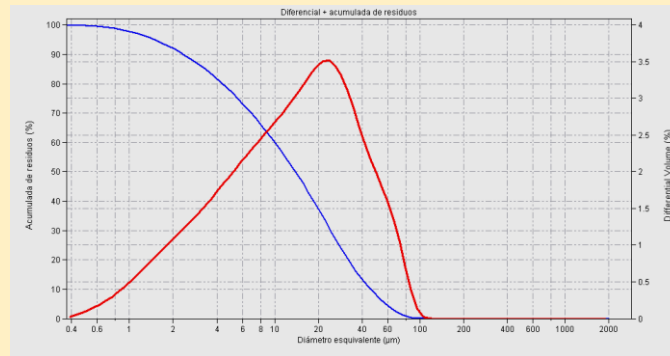

Figura 1. Distribución granulométrica diferencial (roja) y acumulada (azul) de una pasta.
Las distribuciones granulométricas representan los porcentajes en que están presentes las diferentes fracciones o tamaños que conforman una muestra. Pueden expresarse de forma tabulada, como un listado de datos “porcentajes- tamaños” o de forma gráfica, expresando los porcentajes en ordenadas y los tamaños en abscisas. La representación gráfica muestra, por tanto, en un sistema de coordenadas, los tamaños clasificados en intervalos de clase, frente a la frecuencia u ocurrencia de dichos tamaños en una muestra dada. La frecuencia se expresa generalmente como porcentaje de una fracción dada con respecto al total de las fracciones consideradas. Cuando el número de intervalos, es decir, el número de medidas es muy grande (por ejemplo cuando se mide la distribución granulométrica mediante una técnica instrumental como la difracción láser) la distribución granulométrica se expresa como una función continua “*Porcentajes = f(tamaños)*” tal como se aprecia en la figura 1.
Una distribución granulométrica puede expresarse de forma **diferencial** (figura 1, línea roja) o de forma **acumulada** (figura 1, línea azul). Normalmente se presentan los resultados de una distribución granulométrica, tanto en forma diferencial como acumulada, mediante una tabla o en forma gráfica (figura 1).
- **Residuo a un tamaño determinado.** Es un solo punto de una curva acumulada de residuos. Expresa el porcentaje de la muestra (en número, en masa, en superficie o en volumen) superior a un diámetro equivalente dado. En la figura 1 puedes observar que el residuo a  $20 \mu m$  es igual al 60 % o dicho de otra manera, *el 60 % del volumen de la muestra tiene un tamaño superior a  $20 \mu m$* . Este dato se suele expresar de la siguiente forma:  $R_{20\mu m} = 60 \%$  en volumen.